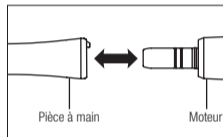

Fig. 1
1) Insérez la pièce à main directement sur le moteur (Fig. 1). Lors de la connexion d'un instrument optique, vissez l'instrument jusqu'à ce qu'un déclic retentisse indiquant que la pièce est verrouillée en position.